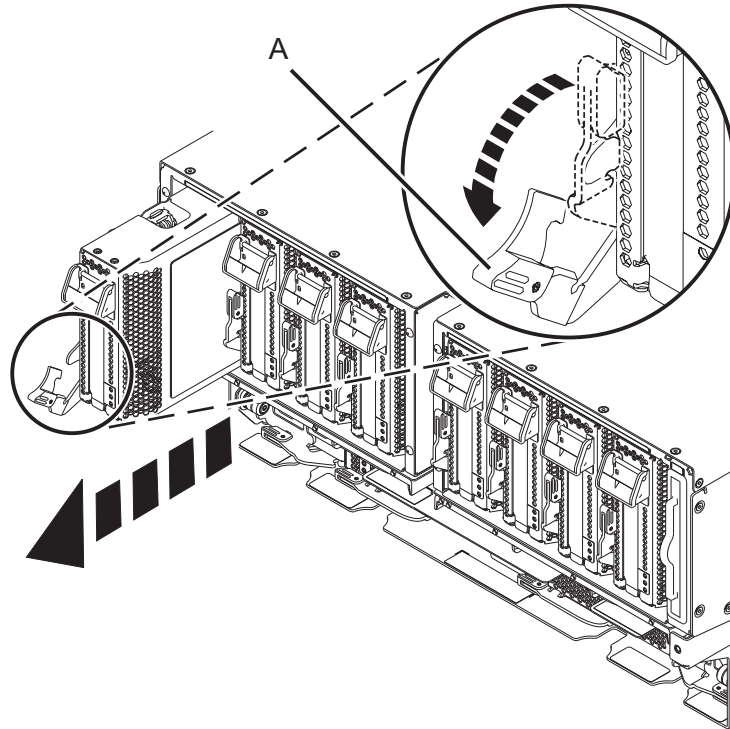

Figura 38. Extracció d'un casset d'adaptador PCIe del sistema
- b. Feu girar la nansa del casset de color terracota (**A**) en la direcció que es mostra a la Figura 38 a la pàgina 39 i, a continuació, premeu la nansa (**A**) per desenganxar-la del casset dels connectors de ranures.